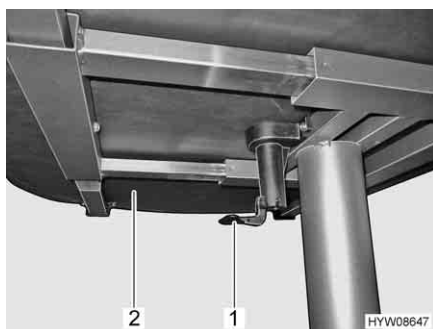

Fig. 79 Leva per spostare il piano del tavolo
- Tirare o spingere la leva (Fig. 79,1) verso il basso.
- Spingere il piano del tavolo (Fig. 79,2) nella posizione desiderata.